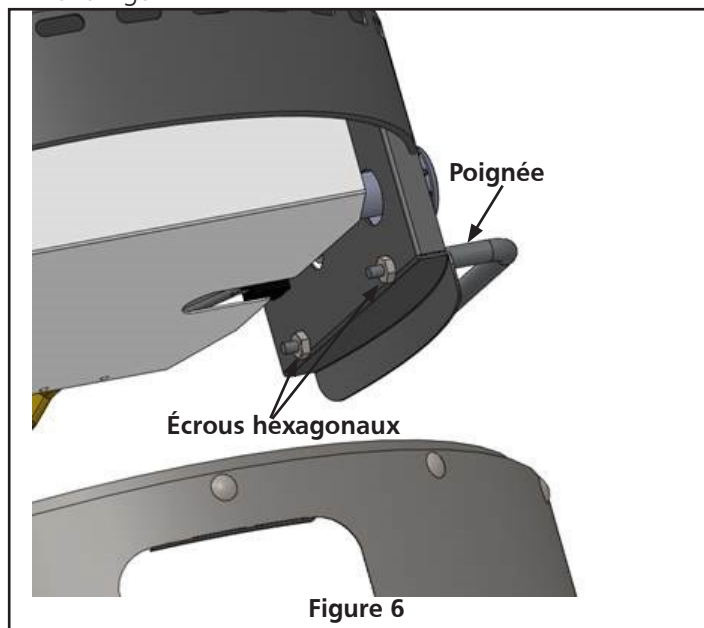

Figure 6
- Fixez la poignée au panneau de commande à l'aide des deux écrous hexagonaux fournis, comme indiqué à la figure 6.